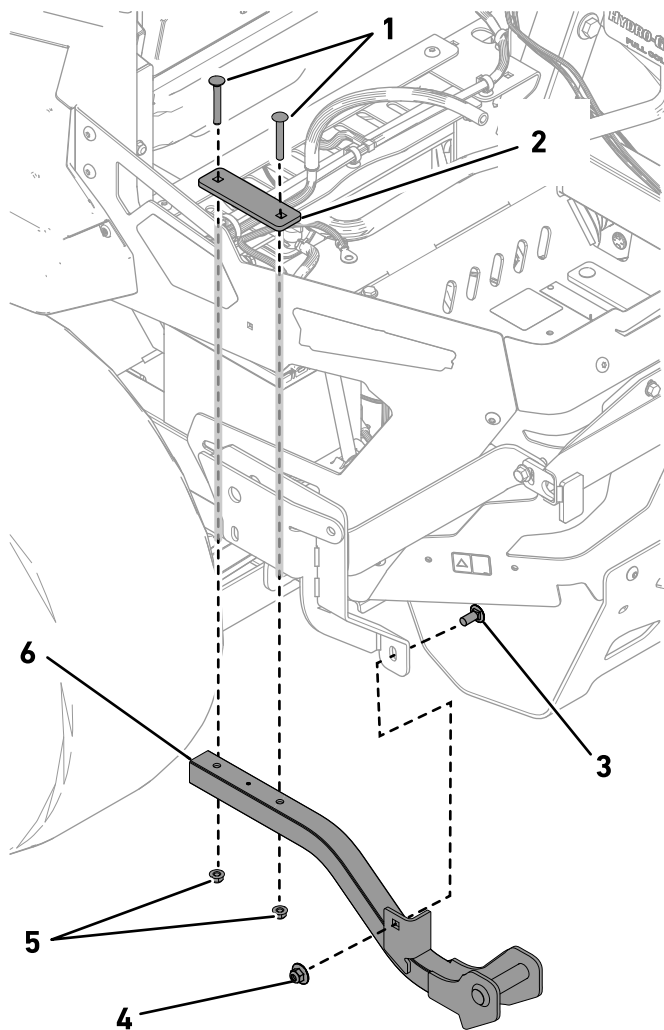

Figure 14
1. Fixez le support inférieur gauche sur le cadre de la machine et le support de pivot à l'aide de 2 boulons de carrosserie (5/16 x 2¼ po), 1 plaque d'appui, 2 contre-écrous (5/16 po), 1 boulon de carrosserie (¾ x 7/8 po) et 1 contre-écrou (¾ po), comme montré à la Figure 14.
2. Fixez le support inférieur droit sur le cadre de la machine à l'aide de 2 boulons de carrosserie (5/16 x 2¼ po), 1 plaque d'appui et 2 contre-écrous (5/16 po), comme montré à la Figure 14.